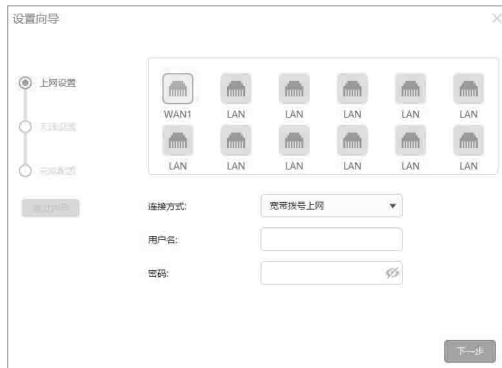

图4-4 上网方式-宽带拨号
1)如果上网方式为宽带拨号上网，即ADSL虚拟拨号方式，则需要填写网络服务商提供的上网账号和密码，如图4-4所示。